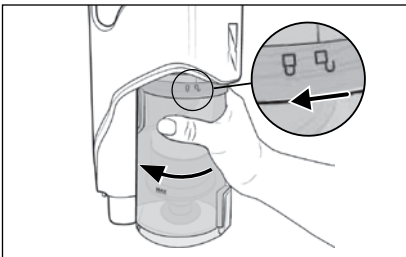

Fig. 22
- 2) Per rimuovere il contenitore di raccolta dello sporco **7** dall'apparecchio, ruotarlo in direzione del simbolo  (aprire), fino a quando non sarà possibile staccarlo dall'apparecchio (vedere fig. 22).